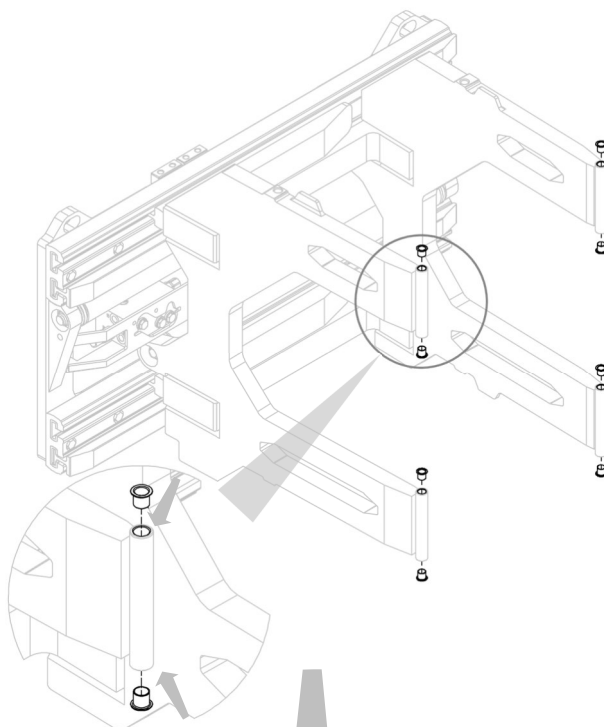
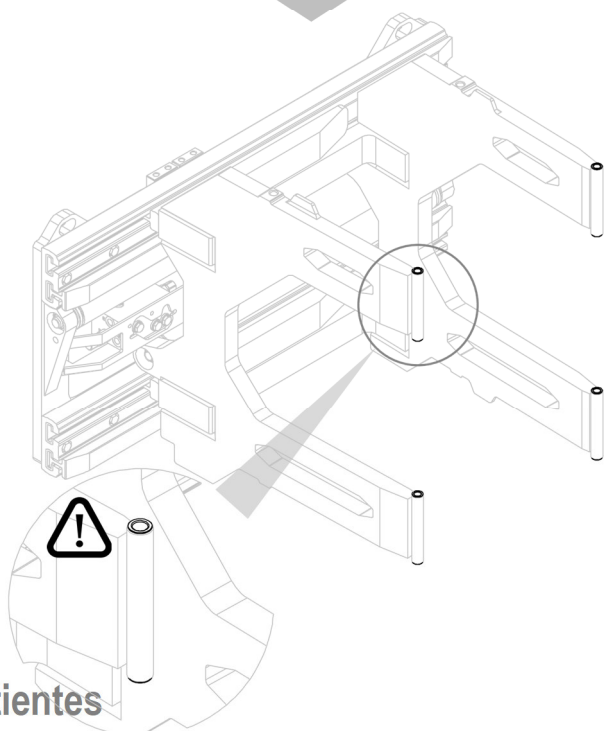

Figura 15
Figura 16
2. Colocar en los asientos correspondientes los casquillos para la oscilación (ver *Figura 15* y *Figura 16*).